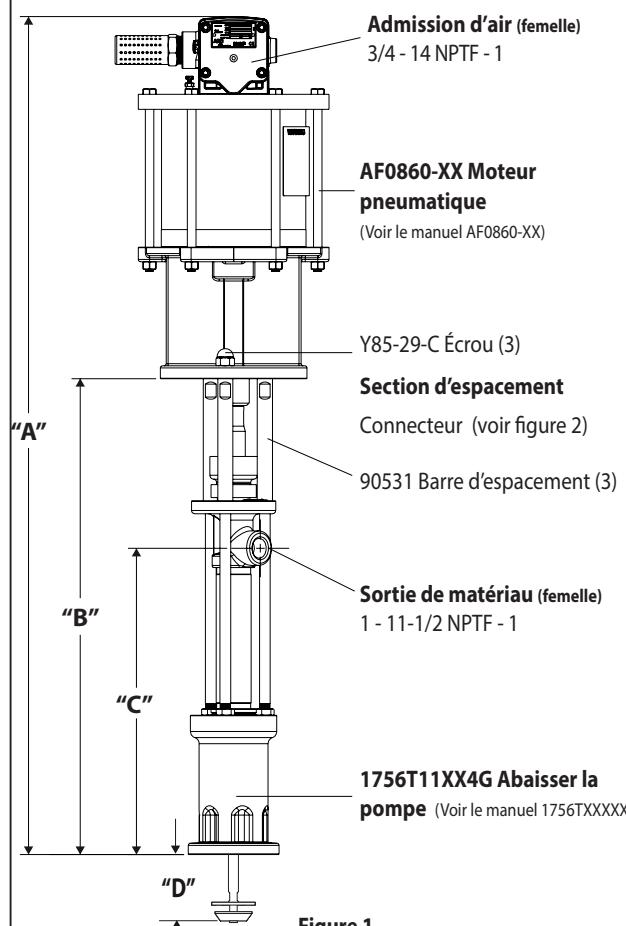

Figure 1
- Retirez les trois écrous (Y85-29-C) les trois (90531) tiges d'espacement (voir figure 1).